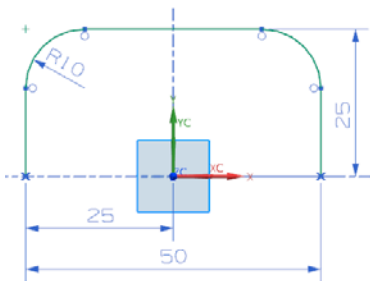

图 3-31 轮廓弯边特征轮廓草图
(2) 在“轮廓弯边”对话框上单击“绘制截面”图标，选择 XC-YC 平面为草图绘制面，绘制轮廓弯边特征轮廓草图，如图 3-31 所示。单击“完成”图标，草图绘制完毕。